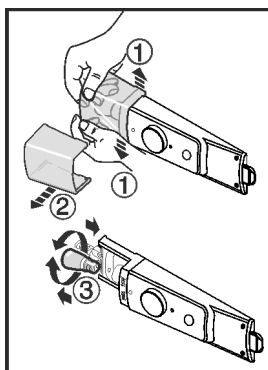

Fig. 14
- Osłonę żarówki, jak pokazane jest to na rysunku, wewnątrz, w przedniej części rozepchnąć Fig. 14 (1) i zdjąć ją w bok Fig. 14 (2).
- Wymienić żarówkę. Fig. 14 (3)